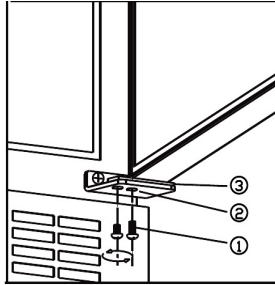

Abb. 5.1
- Die Schrauben abmontieren (1) TÜR UNTERSTÜTZEN! Siehe Abb. 5.1